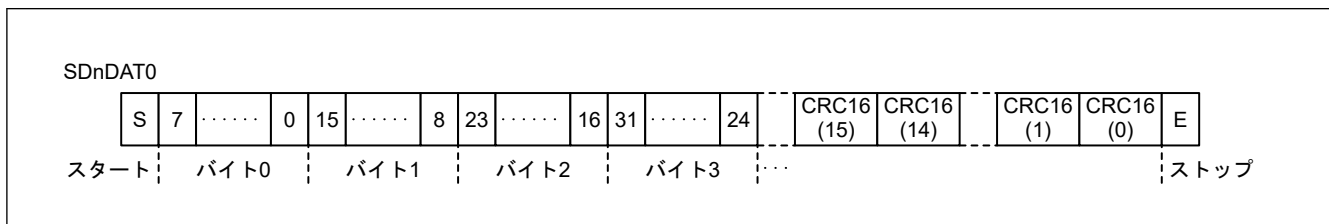
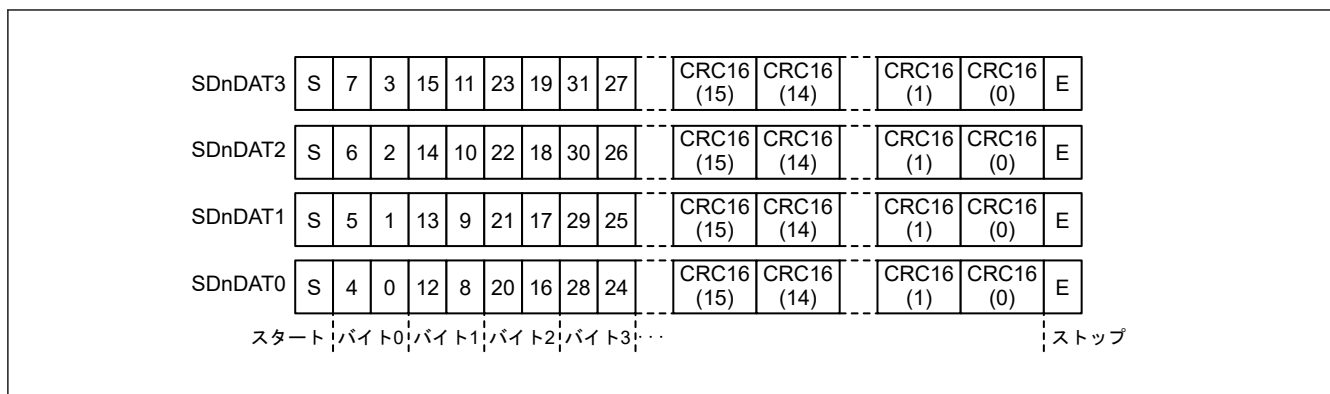

図 39.2 1 ビット幅モードの SDnDAT
図 39.3 4 ビット幅モードの SDnDAT
1. SD/MMC ホストインタフェースが SDnDAT 信号により SD カード / MMC からデータを受信する (図 39.2 および図 39.3 を参照)。